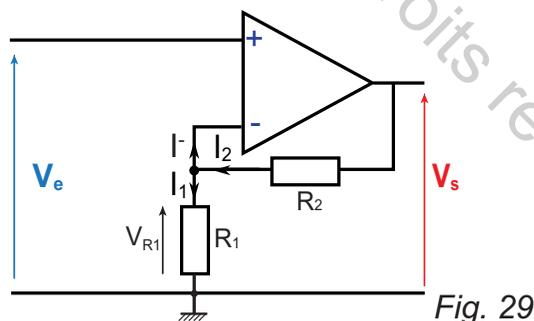
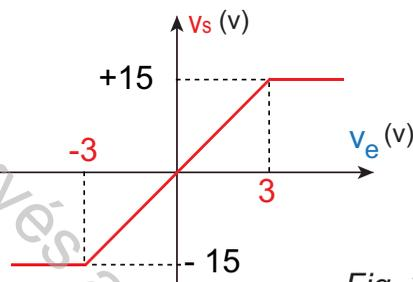

Fig. 29
Fig. 30
- A partir de la figure 29 :
- La figure 30 représente la caractéristique de transfert $V_s = f(V_e)$ du montage de la figure 29.
- La polarisation du montage (Fig.29) est asymétrique ou symétrique? Justifier.